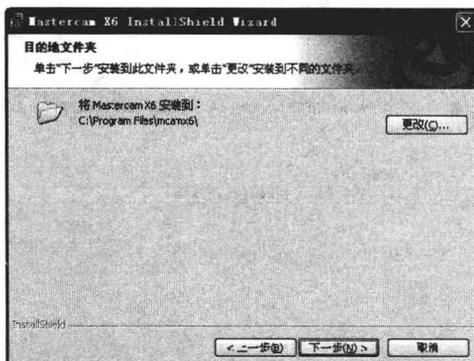

图 1-6 “目的地文件夹”界面
**STEP 06** 输入用户名称和公司名称，单击“下一步”按钮，弹出如图 1-6 所示的“目的地文件夹”界面。